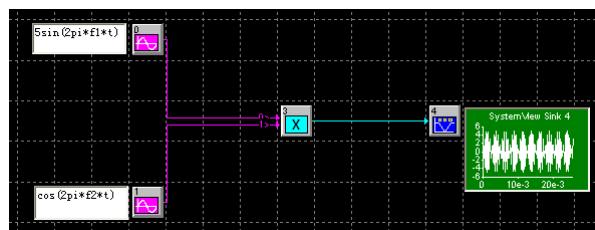

图 2
- (2) 定义两个幅度分别为 5V，1V，频率分别为 200Hz，2000Hz 的正弦和余弦信号源；
- (3) 放置乘法器及接收器；
- (4) 将两个信号源与乘法器的输入相连，乘法器的输出与接收器相连，注意连线时选择正确的信号源输出模式（正弦/余弦）（图 2）；